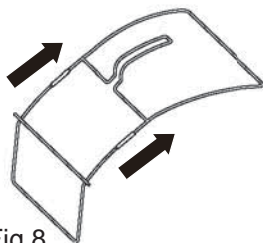

Fig.8
- > Rattachez les deux parties du cadre de bac de récupération du gazon [05] [Fig. 8].